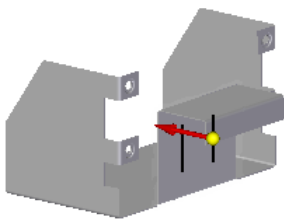

图 8.9.40 定义冲压方向
- (3) 定义筋属性。在“加强筋”命令条中单击“侧步骤”按钮 ，定义冲压方向如图 8.9.40 所示，单击鼠标左键；单击 按钮，在 **横截面** 区域选中 圆形 (C) 单选项，在 **高度 (H)** 文本框中输入值 2.0，在 **半径 (R)** 文本框中输入值 2.0；在 **倒圆** 区域选中 ☒ 包括倒圆 (I) 复选框，在 **凹模半径 (D)** 文本框中输入值 0.5；在 **端点条件** 区域选中 成形的 (E) 单选项；单击 确定 按钮。